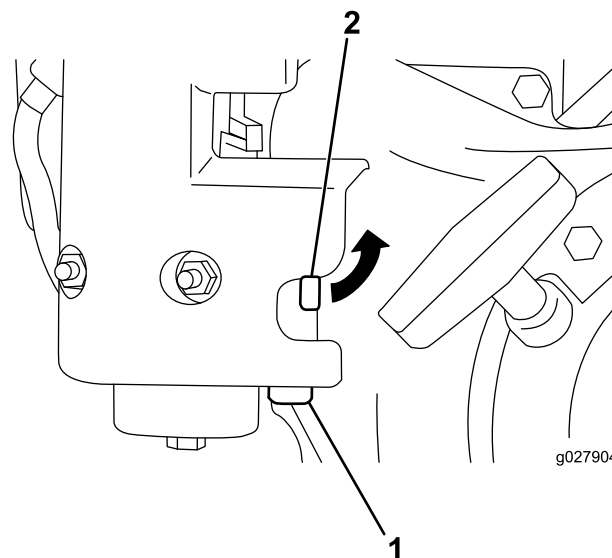

Figura 29
1. Chiudete la valvola d'intercettazione del carburante e svitate il pozzetto dei sedimenti dal corpo del carburatore (Figura 29).